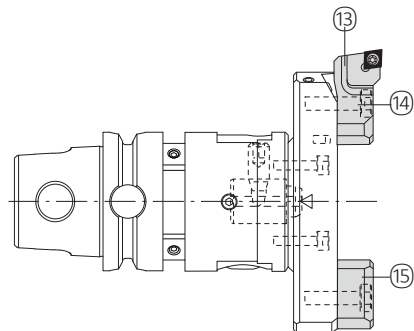

図4
**ボーリングと釣り合いおもり用のインサートホルダー** (図4)